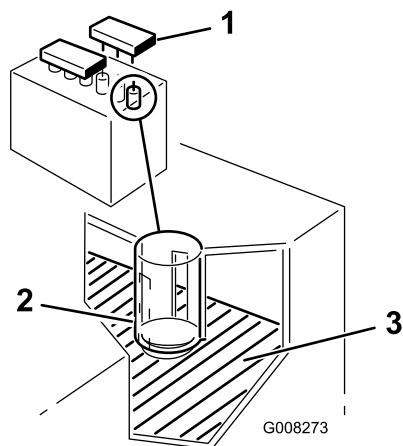

Figure 30
2. Enlevez les bouchons de remplissage. Si le niveau d'électrolyte n'atteint pas la partie inférieure du tube (Figure 30), ajoutez la quantité d'eau distillée requise (voir Ajout d'eau dans la batterie).
2. Enlevez les bouchons de remplissage (Figure 30).
3. Versez de l'eau distillée avec précaution dans chaque élément jusqu'à la partie inférieure du tube (Figure 30).